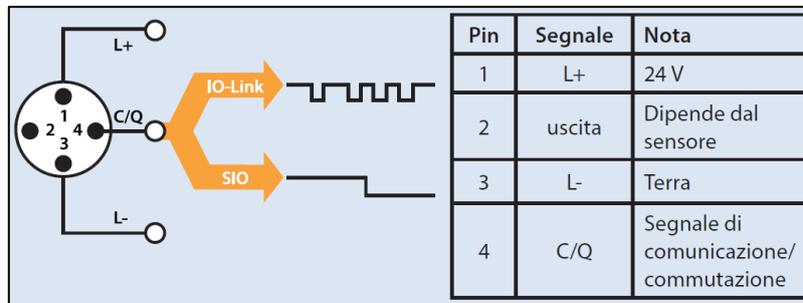

Figura 27: schematizzazione di un cavo standard per I/O Link
1. si ha un cablaggio standardizzato di tutti i componenti. Ciò si realizza grazie ad un cavo standard costituito da quattro pin, due dei quali necessari per l'alimentazione del dispositivo, uno destinato alla trasmissione del segnale ed uno lasciato libero, come mostrato in Figura 27. Si ha una semplificazione sia della fase di progettazione che nella fase di cablaggio della macchina. Inoltre, questo permette di avere cavi standard, utilizzabili per una svariata quantità di sensori anche molto differenti tra loro il che comporta la limitazione delle scorte in magazzino di questi componenti;